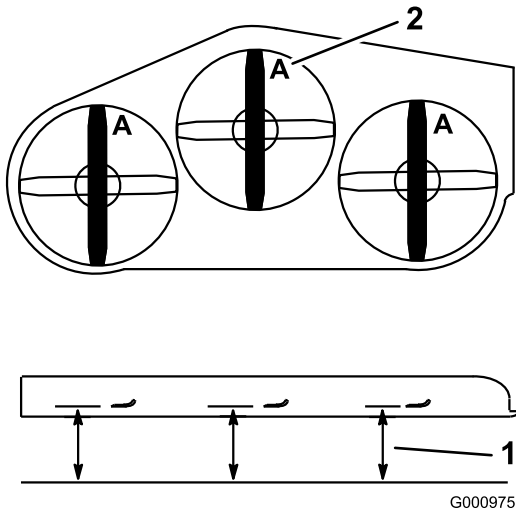

図 88
2. Aの位置で(図 88)、平らな床面からブレードの刃先までの高さを測る。